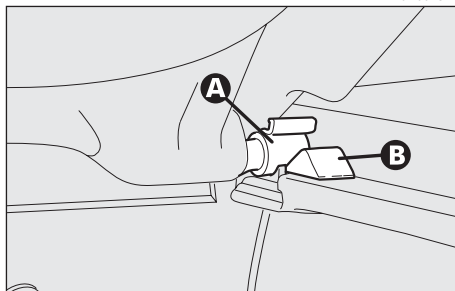

fig. 17
— dégager les broches (A-fig. 17) placées à l'extérieur de la tablette de leurs sièges (B) aménagés dans les supports latéraux, puis sortir la tablette vers l'extérieur.